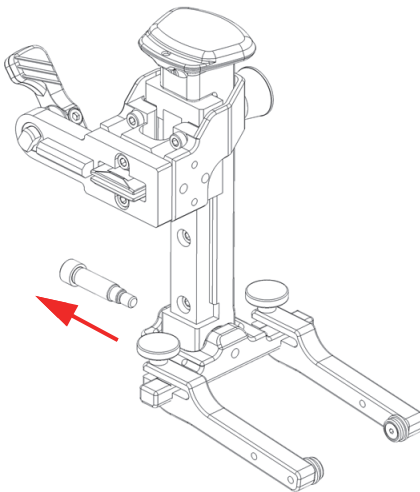

Abbildung 2-21 Schraube vom Schwenkträger des Gabelstücks entfernen
4. Entfernen Sie die Schraube vom Schwenkträger des Gabelstücks mit einem 2,5-mm-Sechskantschlüssel (Abbildung 2-21 auf Seite 56).